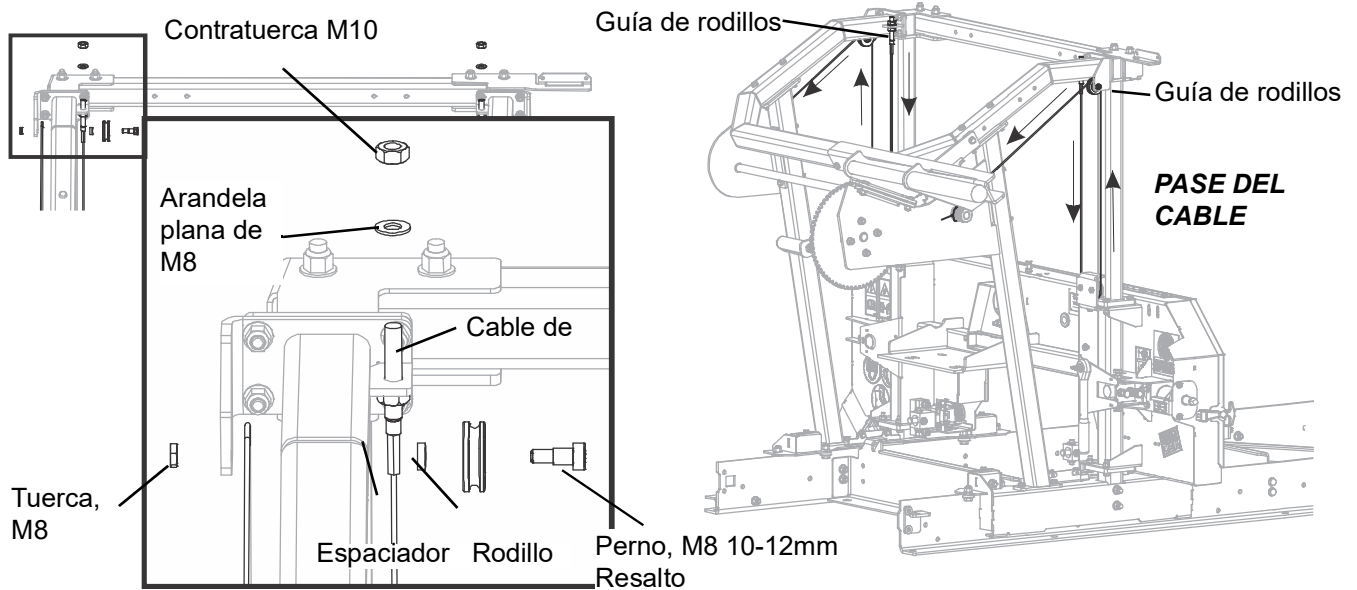

FIG. 3-32
1. Monte las guías de rodillos en las esquinas de los mástiles tal y como se muestra en la Fig. 3-32.
- Conecte el cable de elevación a la ménsula tal y como se muestra en la Fig. 3-32.
- Pase el cable de elevación a través de los rodillos tal y como se muestra en la Fig. 3-32.